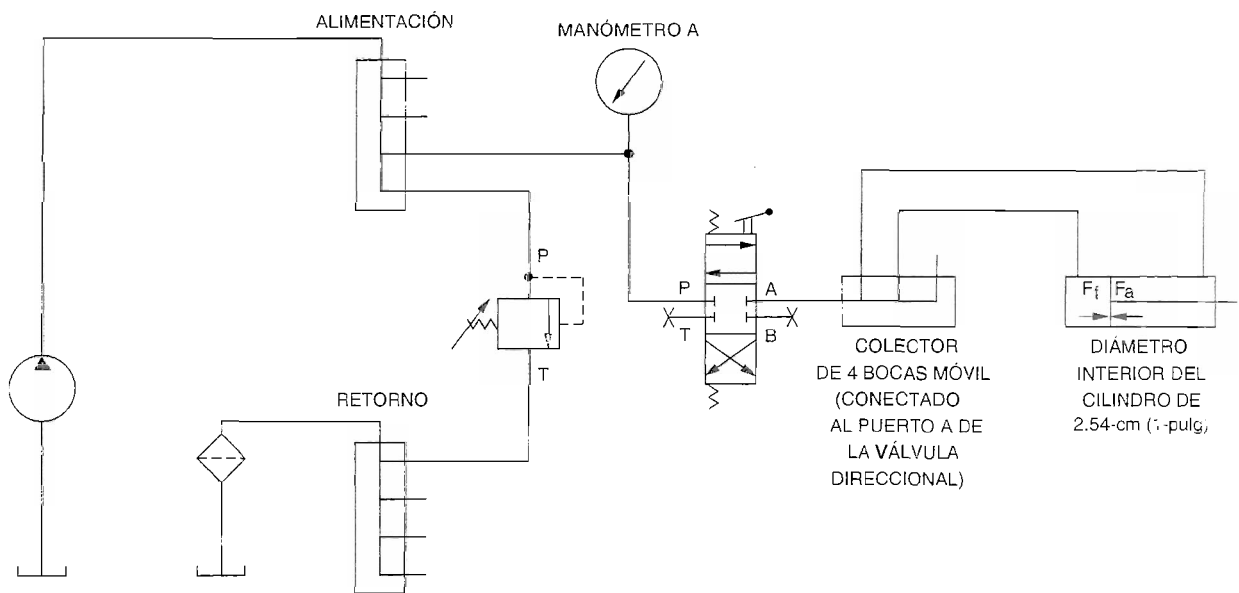

Figura 2-19. Aplicando presión igual en ambos lados de un pistón.
- 16. Conecte el circuito mostrado en la Figura 2-19. Utilice el cilindro con diámetro interior de 2,54 cm (1 pulg).
Nota: Si el vástago del cilindro de 2,54 cm (1 pulg) de diámetro interior no está completamente retractado, no conecte el circuito de la figura 2-19. En cambio conecte el circuito de actuación del cilindro mostrado en la figura 2-10. Abra por completo la válvula de alivio (gire totalmente la perilla en el sentido antihorario) y después encienda la unidad de alimentación. Accione la palanca de la válvula de control direccional para retractar completamente el vástago del cilindro, luego apague la unidad de alimentación y desconecte el circuito. Ahora conecte el circuito de la figura 2-19.
- 17. Examine el circuito de la Figura 2-19. Este circuito aplica una presión igual a los lados total y anular del pistón. Sin embargo, el área del pistón disponible para que la presión actúe es menor en el lado anular debido a que el vástago del cilindro cubre una porción del pistón. Dado que la fuerza es igual a la presión multiplicada por el área, determine cuál lado del pistón desarrollará la mayor fuerza.